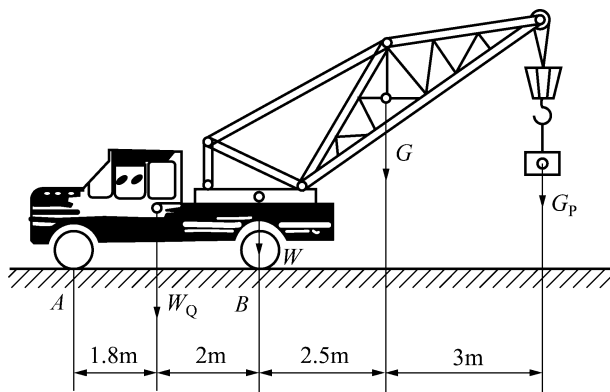
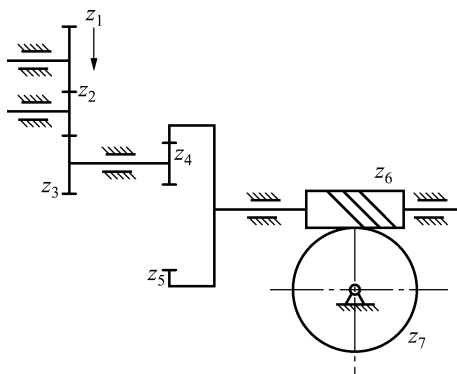

图 41
图 43
28. 如图 41 所示汽车起重机的车重 $W_Q = 26\text{kN}$, 臂重 $G = 4.5\text{kN}$, 起重机旋转及固定部分的重量 $W = 31\text{kN}$ 。设伸臂在起重机对称面内, 试求图示位置汽车不致翻倒的最大起重载荷 G_P 。
(1) 试校核该轴的强度。
(2) 若改用相同材料的实心轴, 并要求它和原来的传动轴的强度相同, 试计算其直径 D_1 。
(3) 比较上述空心轴和实心轴的质量。
31. 如图 43 所示轮系, 已知齿轮齿数 $z_1 = 30$, $z_2 = 20$, $z_3 = 30$, $z_4 = 20$, $z_5 = 80$, 蜗杆头数 $z_6 = 1$, 蜗轮齿数 $z_7 = 60$, 齿轮 1 转速 $n_1 = 1\,200\text{r/min}$, 方向如图 41 中箭头所示, 求齿轮 1 与蜗轮 7 的传动比 i_{17} , 蜗轮 7 的转速 n_7 , 并在图中标出其转动方向。